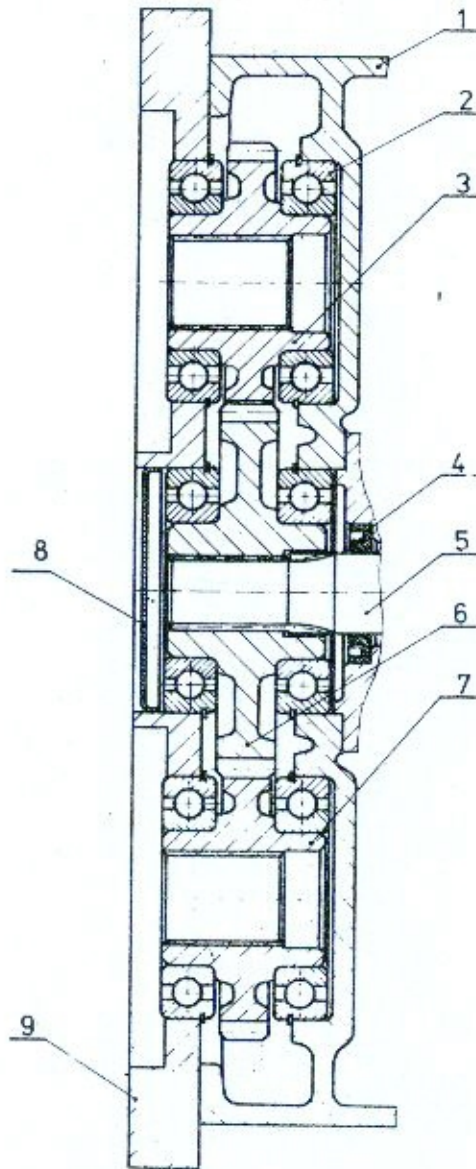

Рис.52
Зубчатые колеса поз.3 и 7 /рис.52/ - тождественны, однорядные шарикоподшипники поз.2 /8 шт./ тождественны.
Монтаж зубчатого колеса /рис.52/
- колеса для привода ходовой части /поз.3 и 7 - рис.52/